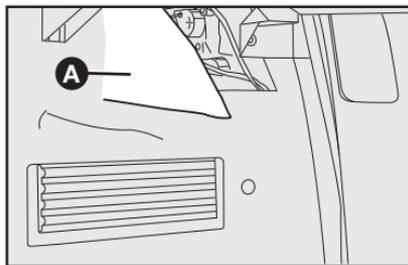

fig. 52
1) En el interior del compartimiento de equipajes, tire de la lengüeta en el tapizado **A-fig. 52**.